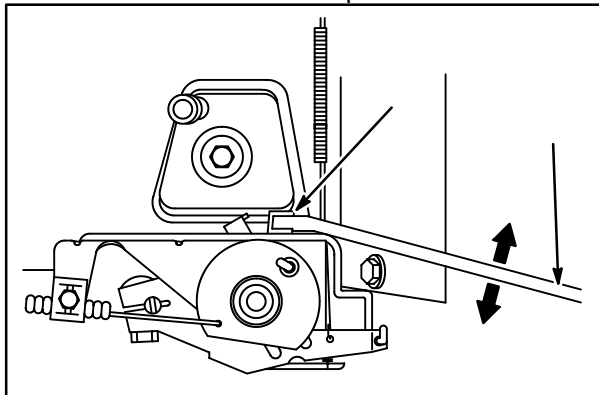

Fig. 34
6. Use a Ferramenta **19352** (1) para flexionar o acoplador para (6) CIMA (7) a fim de aumentar e para BAIXO (8) a fim de reduzir a velocidade do motor, para obter a RPM máxima sem carga desejada, Fig. 34.